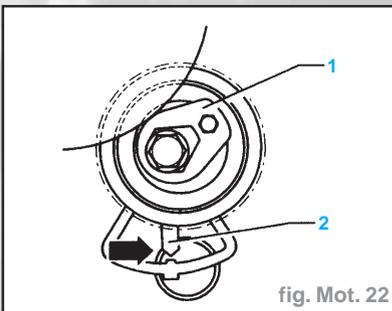

fig. Mot. 22
- tendre ensuite la courroie crantée en tournant le galet-tendeur dans le sens inverse d'horloge à l'aide d'une clé mâle coudée que l'on engage dans l'entraînement à six pans "1" jusqu'à ce que le taquet "2" se positionne en face de l'ergot-repère de l'étrier (fig. Mot. 22)